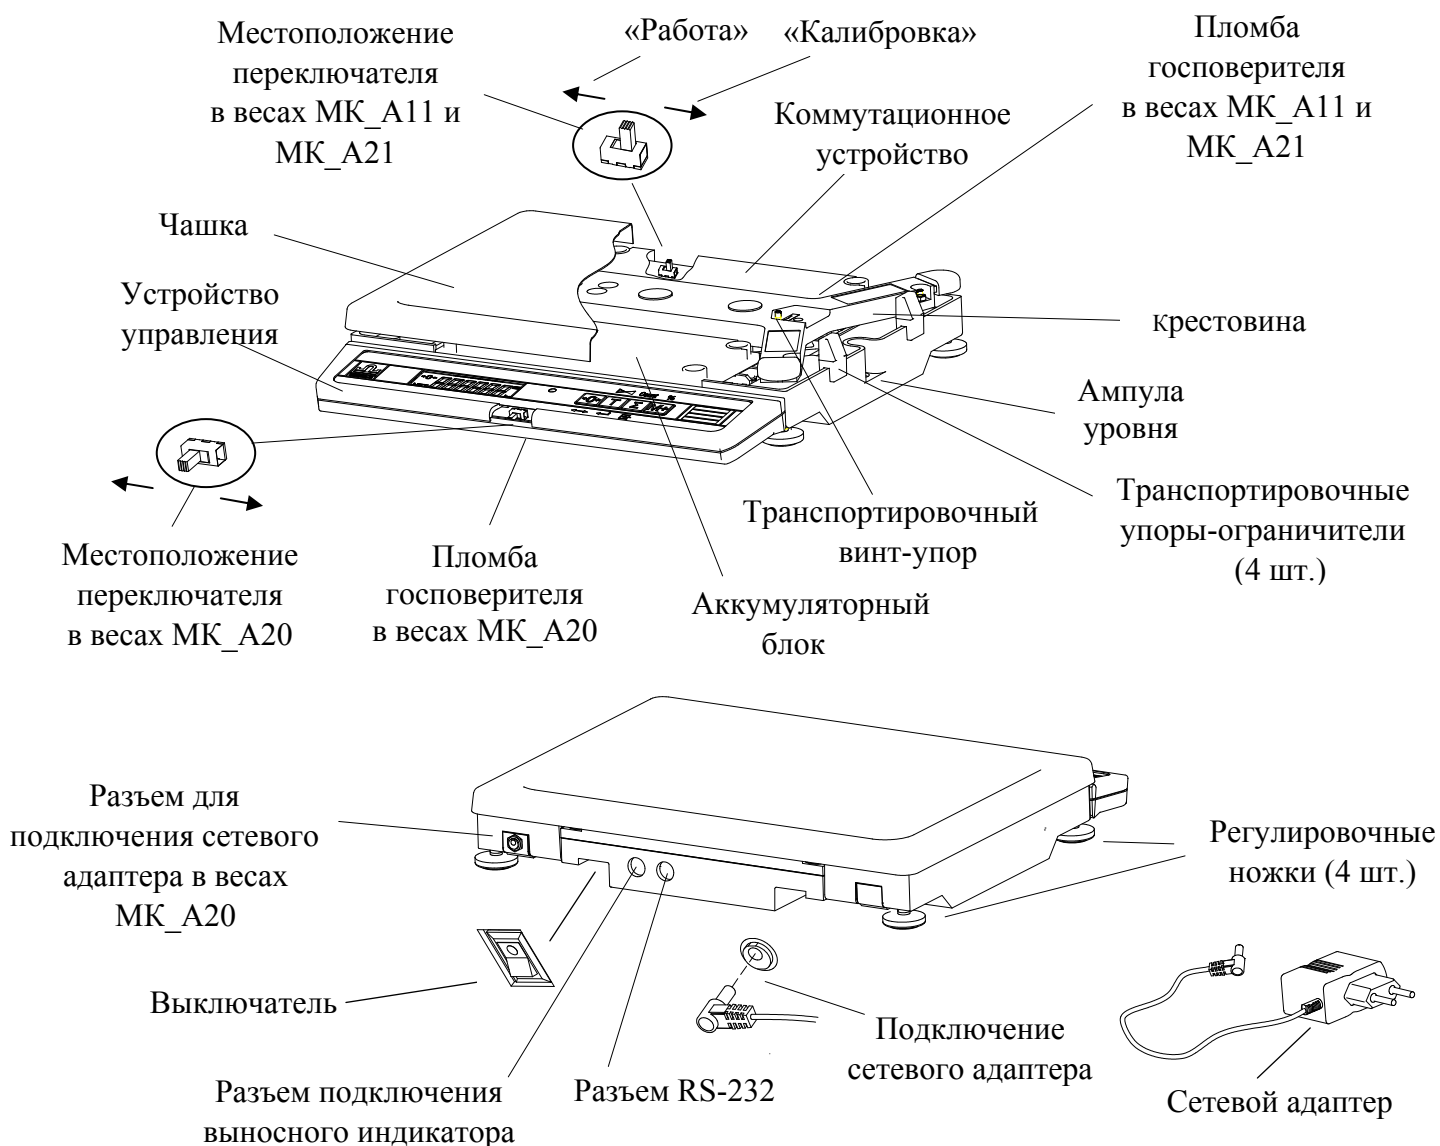
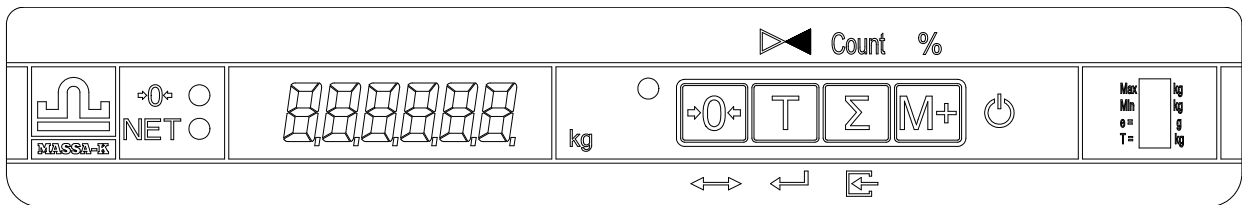

Рис. 5.1 - Весы МК_А
Рис. 5.2 - Лицевая панель весов
Конструкция весов представлена на Рис. 5.1. Расположение элементов индикации и кнопок клавиатуры приведено на Рис. 5.2.
6.2 Снять чашку с весов и убрать транспортировочные упоры - ограничители (Рис. 5.1).